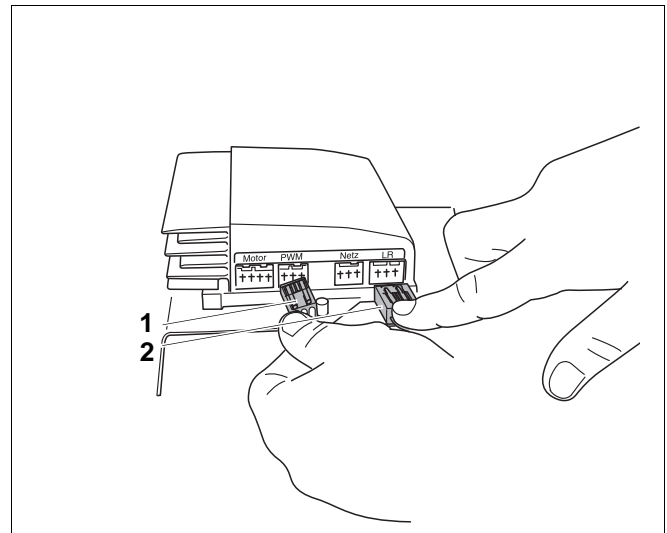

Рис. 57 Штекер регулятора скорости вращения
- На штекерах "Сеть" (рис. 57, **поз. 1**) и "LR" (рис. 57, **поз. 2**) регулятора скорости вращения нажмите фиксаторы вниз и выньте штекеры.